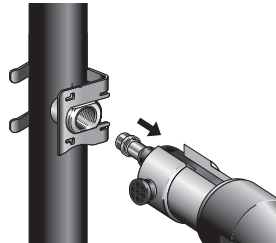

Figure 14 – Installation du raccord
2. Eloignez vos mains de l'appareil et du raccord. Sachez que lorsque la sertisseuse entame son cycle, elle recule d'environ un pouce (25 mm). Cela pourrait entraîner l'écrasement des membres. Une fois le raccord complètement engagé, suivez les instructions de la sertisseuse et appuyez sur sa gâchette. Le cycle de sertissage ramènera le boulon d'attelage à travers le raccord, tout en sertissant ce dernier sur le tuyau. Continuez de soutenir la sertisseuse pendant ce processus afin d'éviter que le raccord se déplace en cours de sertissage ou que la sertisseuse tombe. Une fois le cycle de sertissage entamé, la sertisseuse se verrouillera automatiquement jusqu'à la fin du cycle complet. Si le boulon d'attelage ne revient pas complètement à travers le raccord, répétez cette étape (Figure 14).